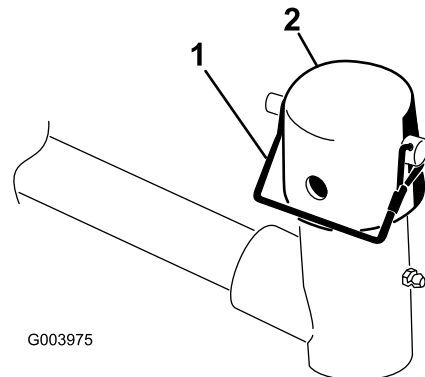

Bild 7
6. Entfernen Sie den Klappstecker aus dem Hubarmgelenkjoche. Entfernen Sie dann die Kappe (Bild 7).
10. Befestigen Sie die Kappe und die Trägerschienenwelle mit dem Einraststift am Hubarmjoch (Bild 7).